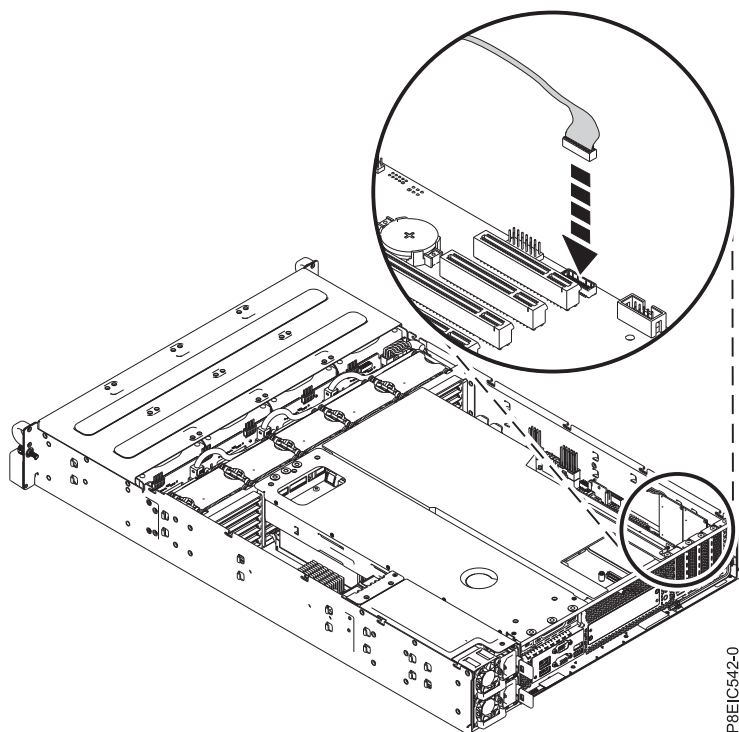

図 112. 前面 USB ケーブルの接続
8. システム・バックプレーンの前面 USB 信号ケーブルを再取り付けします (図 112 を参照)。